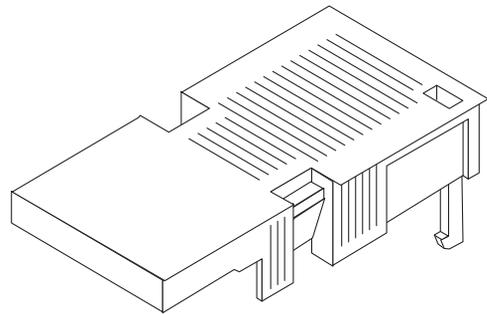

FIGURE 4-10 Pièces de connexion CC
1. Identifiez les pièces dont vous aurez besoin pour l'assemblage du câble d'alimentation CC (FIGURE 4-10).